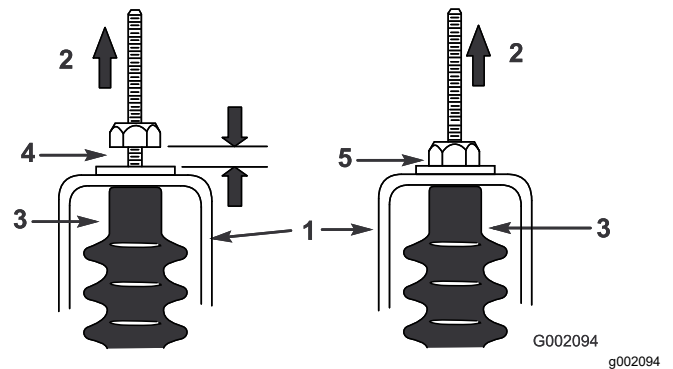

Bild 53
5. Ziehen Sie an jedem Schaltzug, um sicherzustellen, dass der Abstand zwischen der Mutter bzw. Scheibe und der Leerlaufhalterung zwischen 0,76 mm und 1,52 mm liegt (Bild 53).